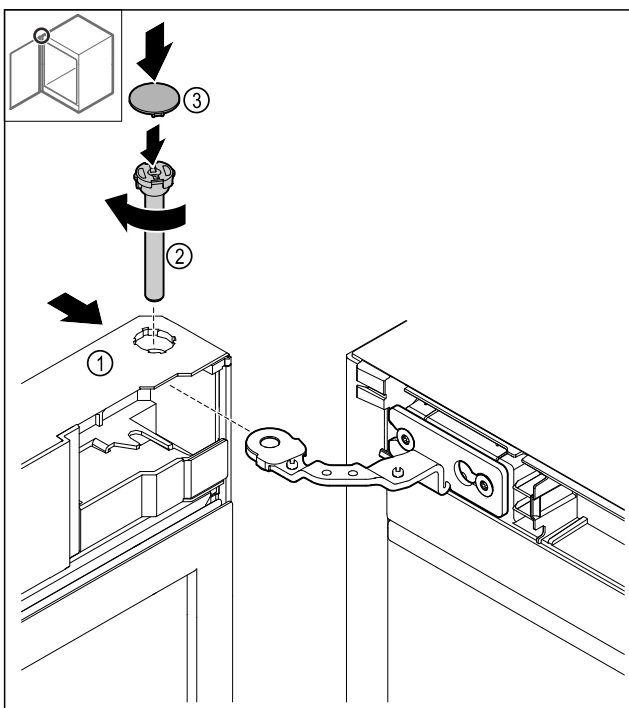

Fig. 51
- Uzbīdīet durvis Fig. 51 (1) augšā uz eņģes.
- Iespraidiet tapu Fig. 51 (2) un pievelciet to, griežot pulksteņrādītāja kustības virzienā.
- Uzlieciet pārsegu Fig. 51 (4).